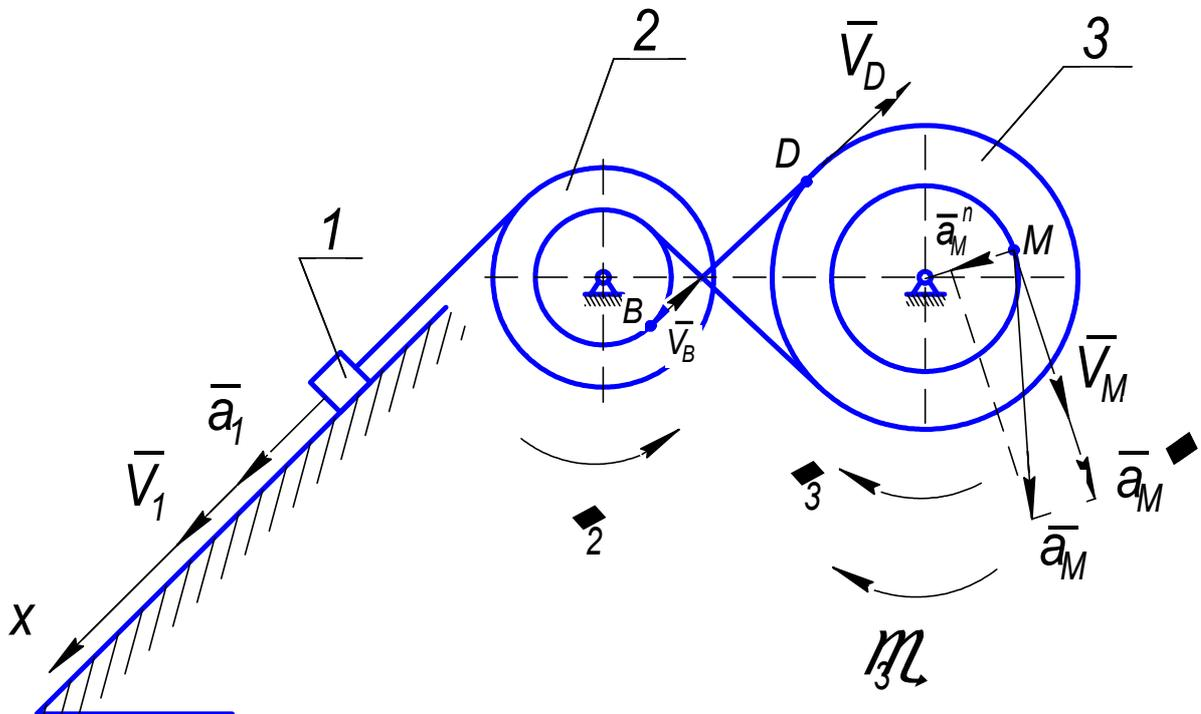

Рисунок 15
4. На схеме вычерчиваем скорость и ускорения точки М без учета масштаба (рисунок 15).